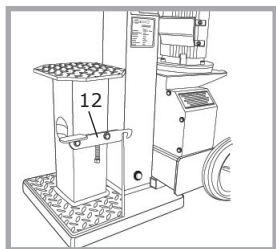

Abb. 11
Wenn das Spaltmesser in seine Ausgangslage zurückgefahren ist, muss der Schwenktisch, unter den nach oben gefahrenen Stamm, gedreht werden. Der Schwenktisch muss für den nachfolgenden Spaltvorgang am Ständer anliegen (siehe Abb. 11). Der Rasthebel (12) muss dabei einhaken. Betätigen Sie anschließend die Bedienhebel, so dass der Stamm auf dem Schwenktisch aufsetzt. Halten Sie nun den Stamm, indem Sie den Bedienhebel nach innen drücken, mit der Holzklemmung fest. Nun kann der Holzstamm weiter durchgespalten werden.